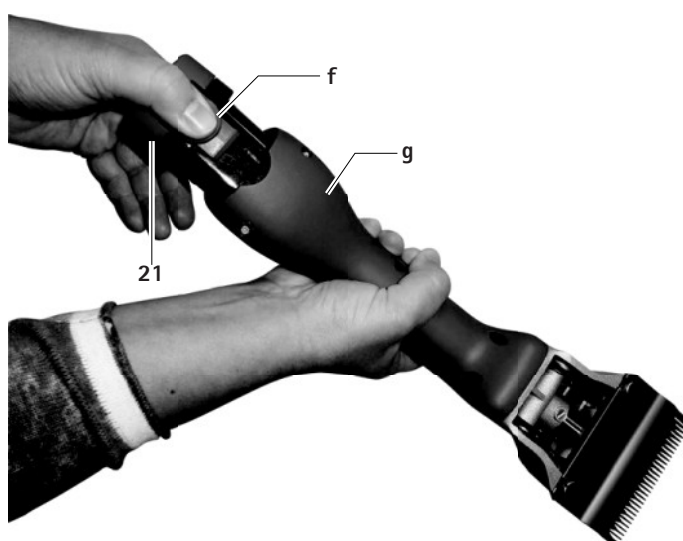

Fig. 1
- Sujetar la esquiladora a batería **g** con el cabezal de corte hacia abajo para que la batería de iones de litio **21** no caiga al suelo al soltarla, ver Fig. 1.